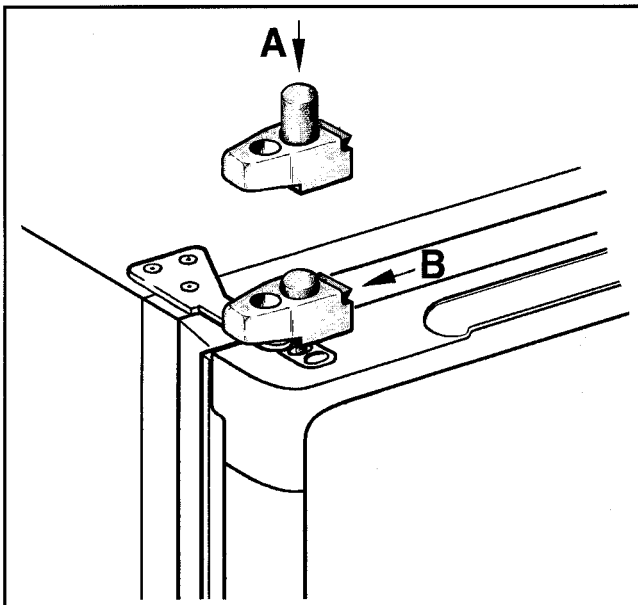

Fig. 1
- die Kunststoffstöpsel, die die alternativen Löcher der Türverriegelung in der Tür abdecken, vorsichtig herausnehmen und wechseln (Fig. 1).